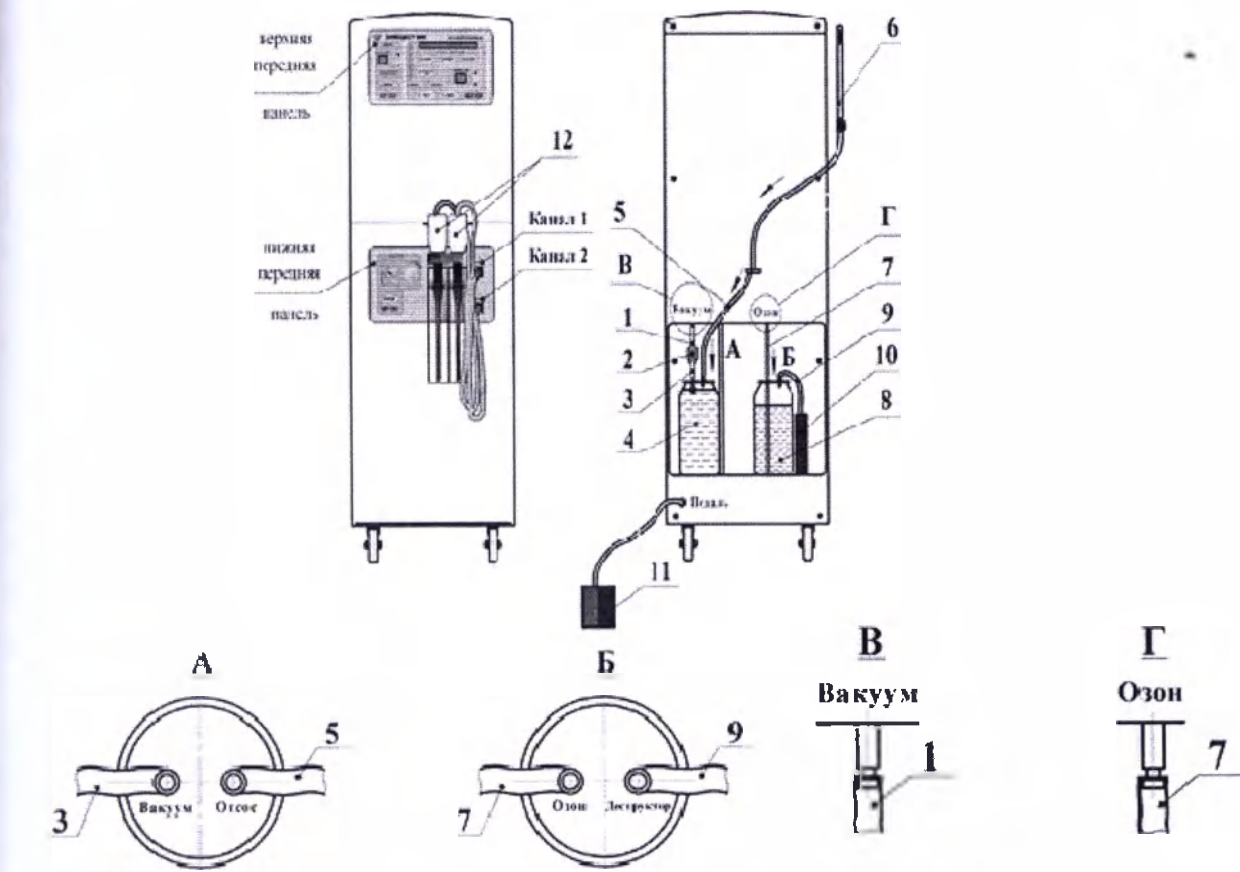

Рис. 5. Схема подготовки комплекса «Онкодест-ММ» к работе:
следующей последовательности (рис.5):
(рис. 5 В), расположенному на задней стенке корпуса блока управления,
трубку ПВХ (поз.3) присоединяют к штуцеру ВАКУУМ (рис. 5 А),
аспирационным наконечником (поз. 6), присоединяют к штуцеру ОТСОС (рис. 5 А), расположенному на крышке ёмкости-контейнера для сбора биологического материала (поз. 4).
5) Соединительную трубку ПВХ (поз. 7) присоединяют одним концом к штуцеру ОЗОН (рис. 5 Г), расположенному на задней стенке корпуса блока управления, а другим концом - к штуцеру ОЗОН (рис. 5 Б), расположенному на крышке ёмкости-контейнера с физиологическим раствором (поз. 8). Штуцер ДЕСТРУКТОР (рис. 5 Б), расположенный на крышке ёмкости-контейнера с раствором (поз. 8), присоединяют, посредством соединительной трубки ПВХ (поз. 9), с деструктором озона (поз. 10).
1) Переключатель СЕТЬ включают, что автоматически приводит к подключению акустической системы (рис. 5 поз. 12), подсоединённой к разъёму КАНАЛ 1, расположенному на нижней передней панели блока управления (рис. 3). Для подключения акустической системы, подсоединённой к разъёму КАНАЛ 2 нажимают кнопку КАНАЛ 2 на верхней передней панели блока управления (рис. 2).
6) Нажимают кнопку ПУСК на поле УЛЬТРАЗВУК, расположенном на верхней передней панели блока управления (рис. 2) или нажимают на педаль (рис. 5 поз. 11).
2. Время охлаждения акустической системы (рис. 5 поз. 12) после непрерывной работы в течение 5 минут, составляет не менее 10 минут после отключения акустической системы.
3. При отсутствии педали (рис. 5 поз. 11) включение акустической системы производится кнопкой ПУСК на поле УЛЬТРАЗВУК, расположенном на верхней передней панели блока управления (рис.2).
1) Штуцер ОЗОН (рис.5 Г), расположенный на задней стенке блока управления, соединяют, с помощью соединительной трубки ПВХ (рис.5 поз 7), к штуцеру ОЗОН (рис.5 Б), расположенному на крышке ёмкости-контейнера с раствором (рис.5 поз.8). Подсоединение должно быть герметичным и не допускать утечки озона.
1) Соединительную трубку ПВХ (рис. 5 поз. 1) с установленным на ней бактериальным фильтром (рис. 5 поз. 2) присоединяют к штуцеру ВАКУУМ (рис. 5 В), расположенному на задней стенке корпуса блока управления, а, с другой стороны бактериального фильтра (рис. 5 поз. 2), соединительную трубку ПВХ (рис. 5 поз. 3) присоединяют к штуцеру ВАКУУМ (рис. 5 А), расположенному на крышке ёмкости-контейнера с биологическим материалом (рис. 5 поз. 4).
3) Кнопку ПУСК нажимают на поле ВАКУУМ, расположенном на нижней передней панели блока управления (рис. 3), или нажимают на педаль (рис. 5 поз. 11).